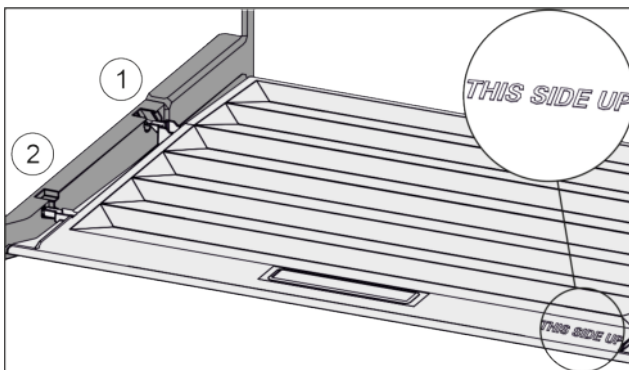

Fig. 78
- Deckelstege über Öffnung der hinteren Halterung Fig. 78 (1) einführen und vorne in Halterung Fig. 78 (2) einrasten.